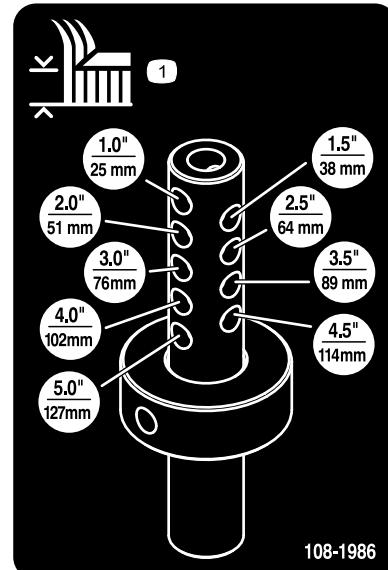

Figura 10
- Alinhe o anel de altura de corte nos orifícios de altura de corte desejados na vareta da altura de corte (Figura 10).